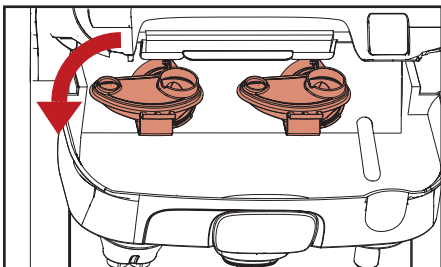

Fig. 5.9 - Verwijder mixerkommen
- b. Draai de mixerkommen tegen de klok in en trek ze naar u toe om ze te verwijderen (fig. 5.9).